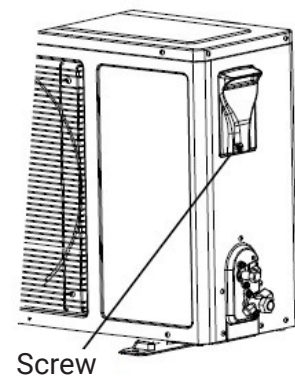

Fig. 13
- Desatornille y desmonte la cubierta del dispositivo electrónico. (Fig. 13)